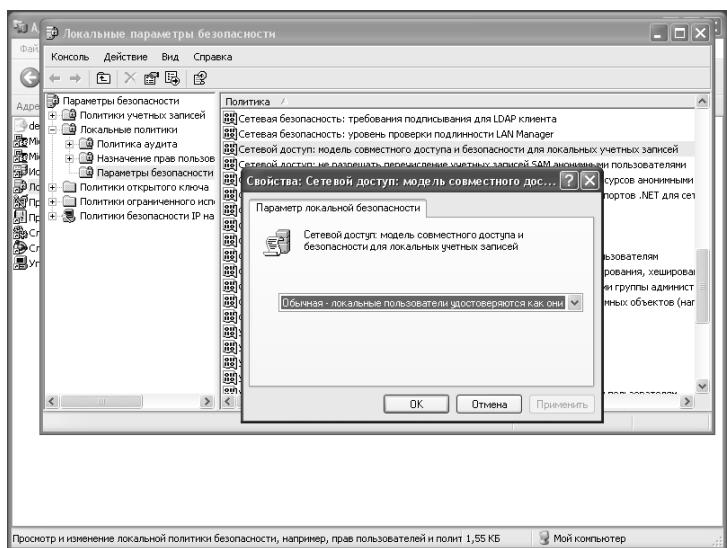

Рисунок 4.70 – Параметры безопасности для Windows XP
- установить в параметрах безопасности (/ Панель управления / Администрирование / Локальная политика безопасности / Параметры безопасности /Сетевой доступ: модель совместного доступа и безопасности для локальных учётных записей) параметр: «Обычные – локальные пользователи удостоверяются как они сами» (см. Рисунок 4.70);